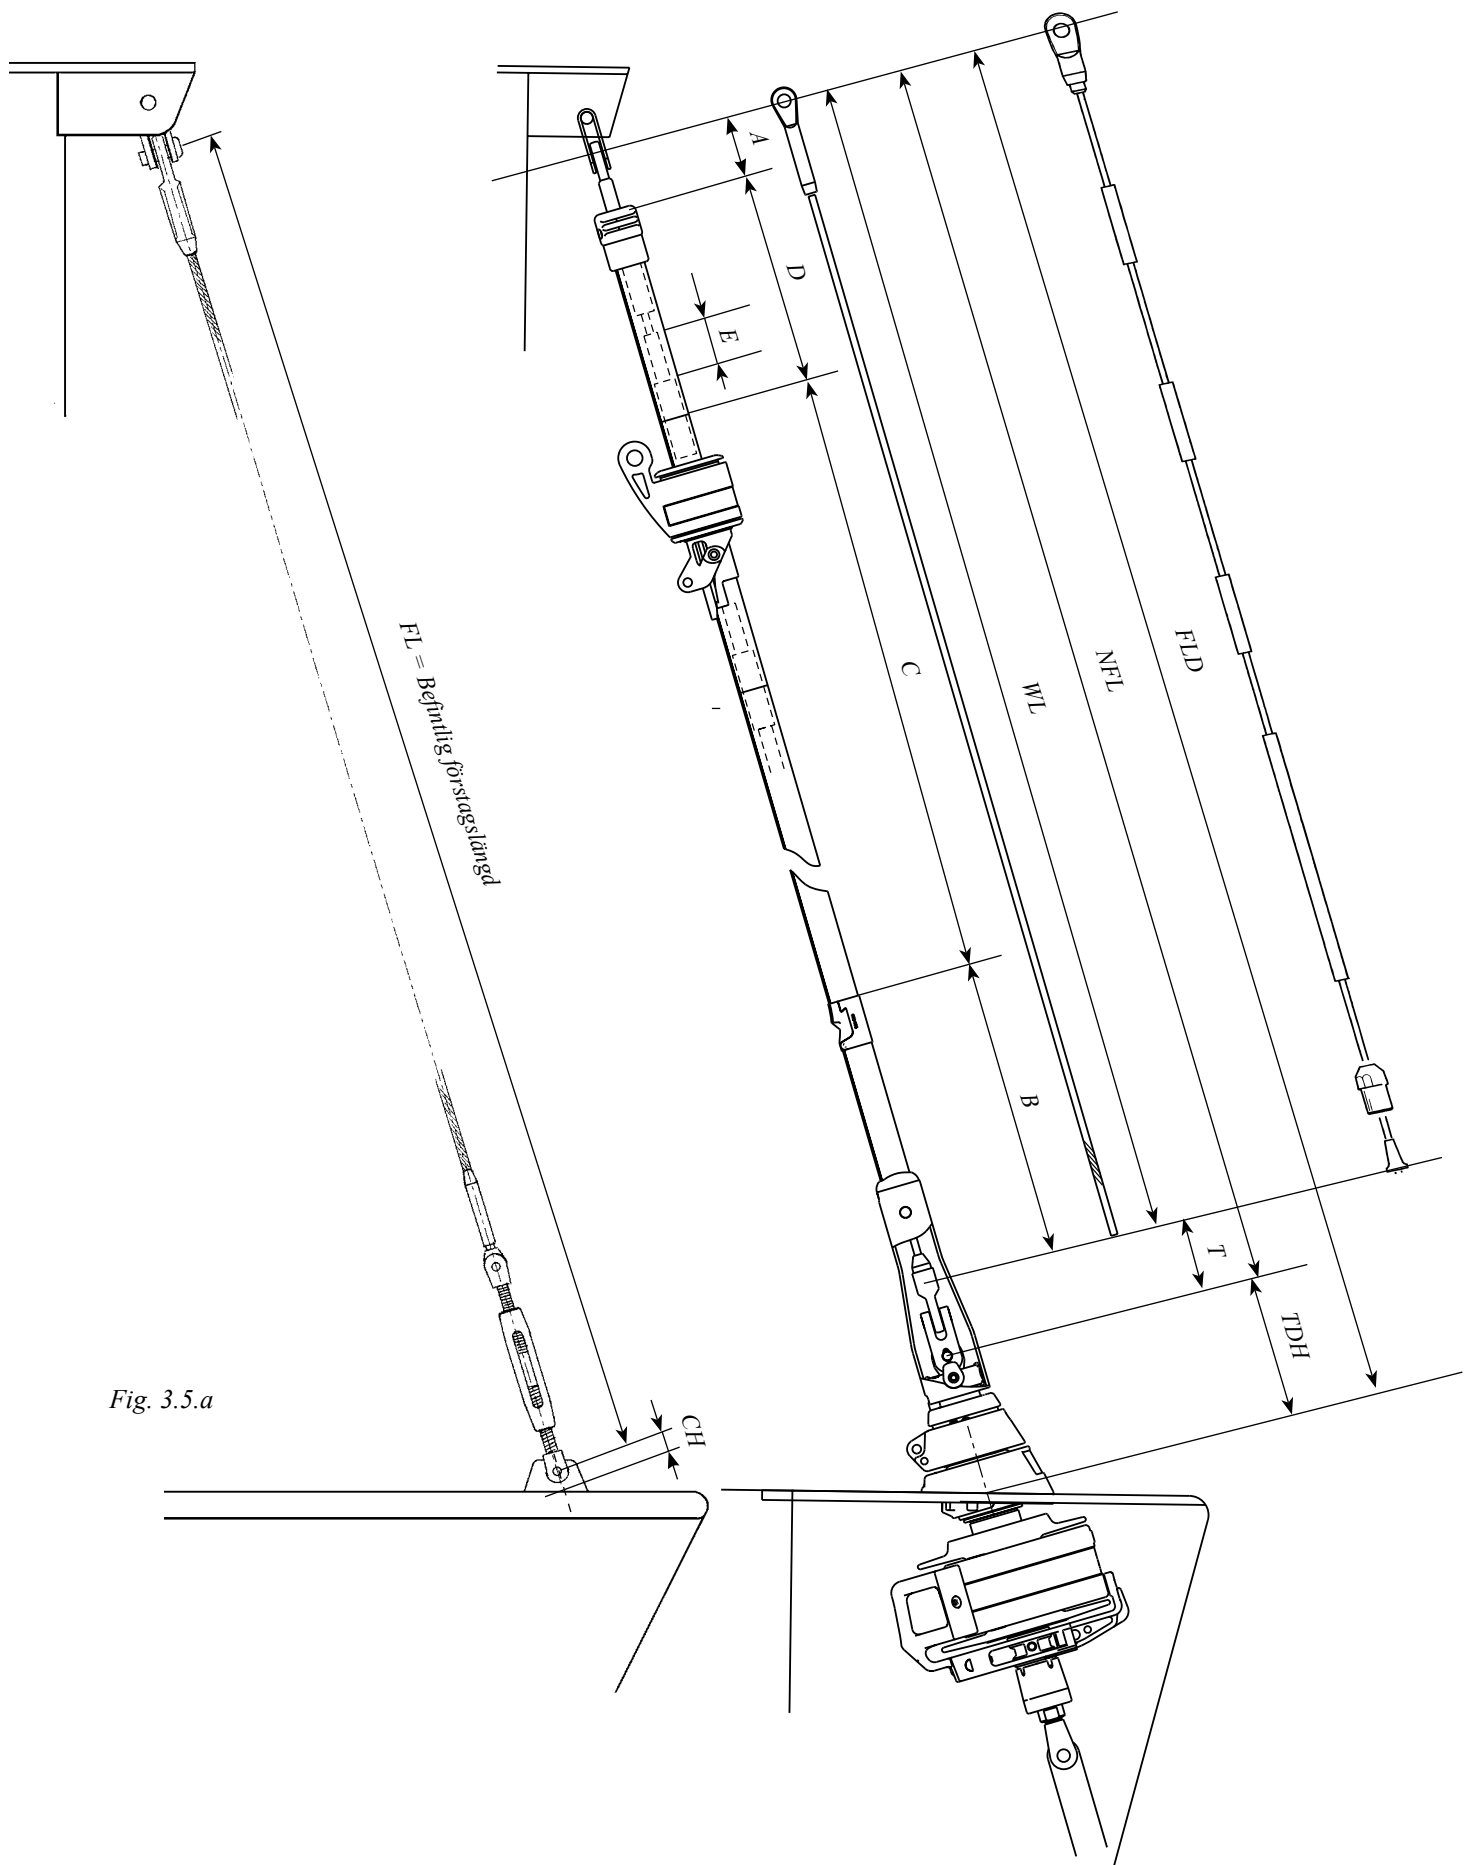

Fig. 3.5.a
13. Kontrollera staglängden FL enligt "**Beräkningstabell 1**" (3.5.1) & fig. 3.5.a.